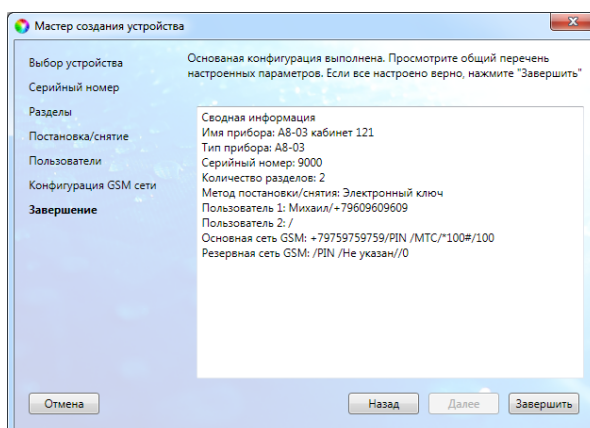

Рис. 5.11. Окно *Завершение*
14. В следующем окне *Завершение* отображаются указанные параметры (рис. 5.11). Для завершения нажмите кнопку *Завершить*. Для того чтобы вернуться назад и изменить параметры, нажмите кнопку *Назад*.